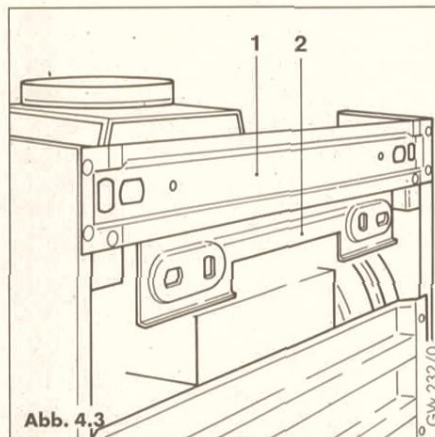

Abb. 4.3
Die Wandaufhängung des Vaillant Thermoblock erfolgt entsprechend Abb. 4.3 mit dem Aufhängebügel (1) an dem Gerätehalter (2).
Legende zu Abb. 4.3 und 4.4